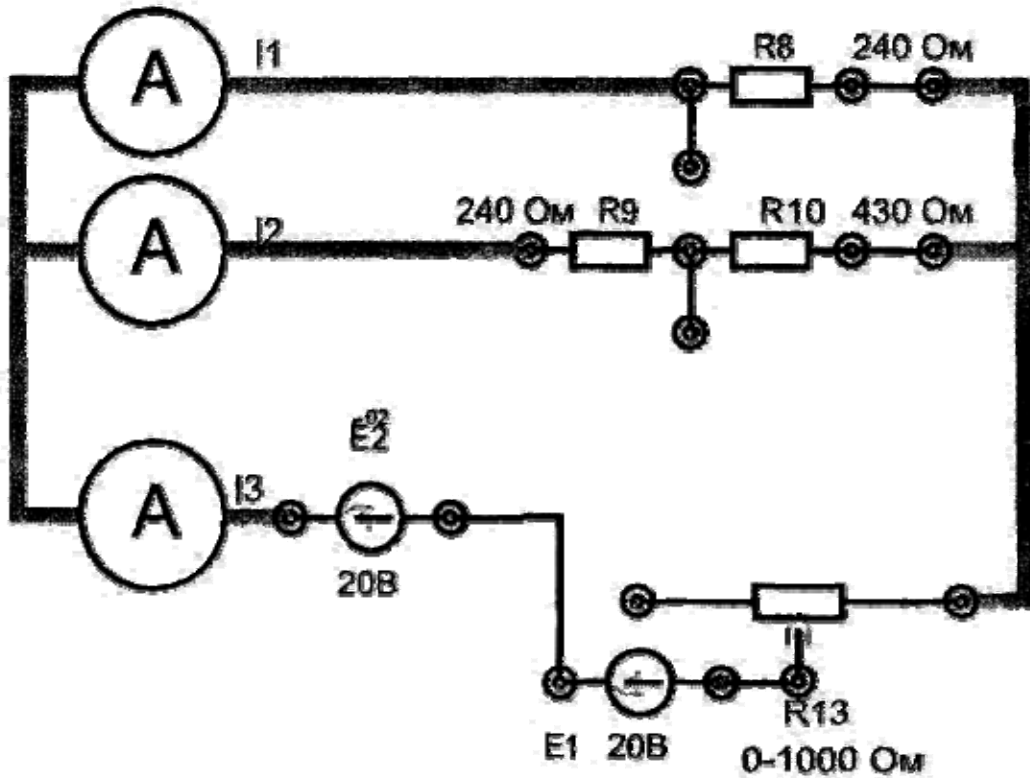

Рис. 7.2.
7.3.3. Собрать и изучить электрическую цепь (рис. 7.2.). Записать значения токов  $I_1$ ,  $I_2$ ,  $I_3$ .